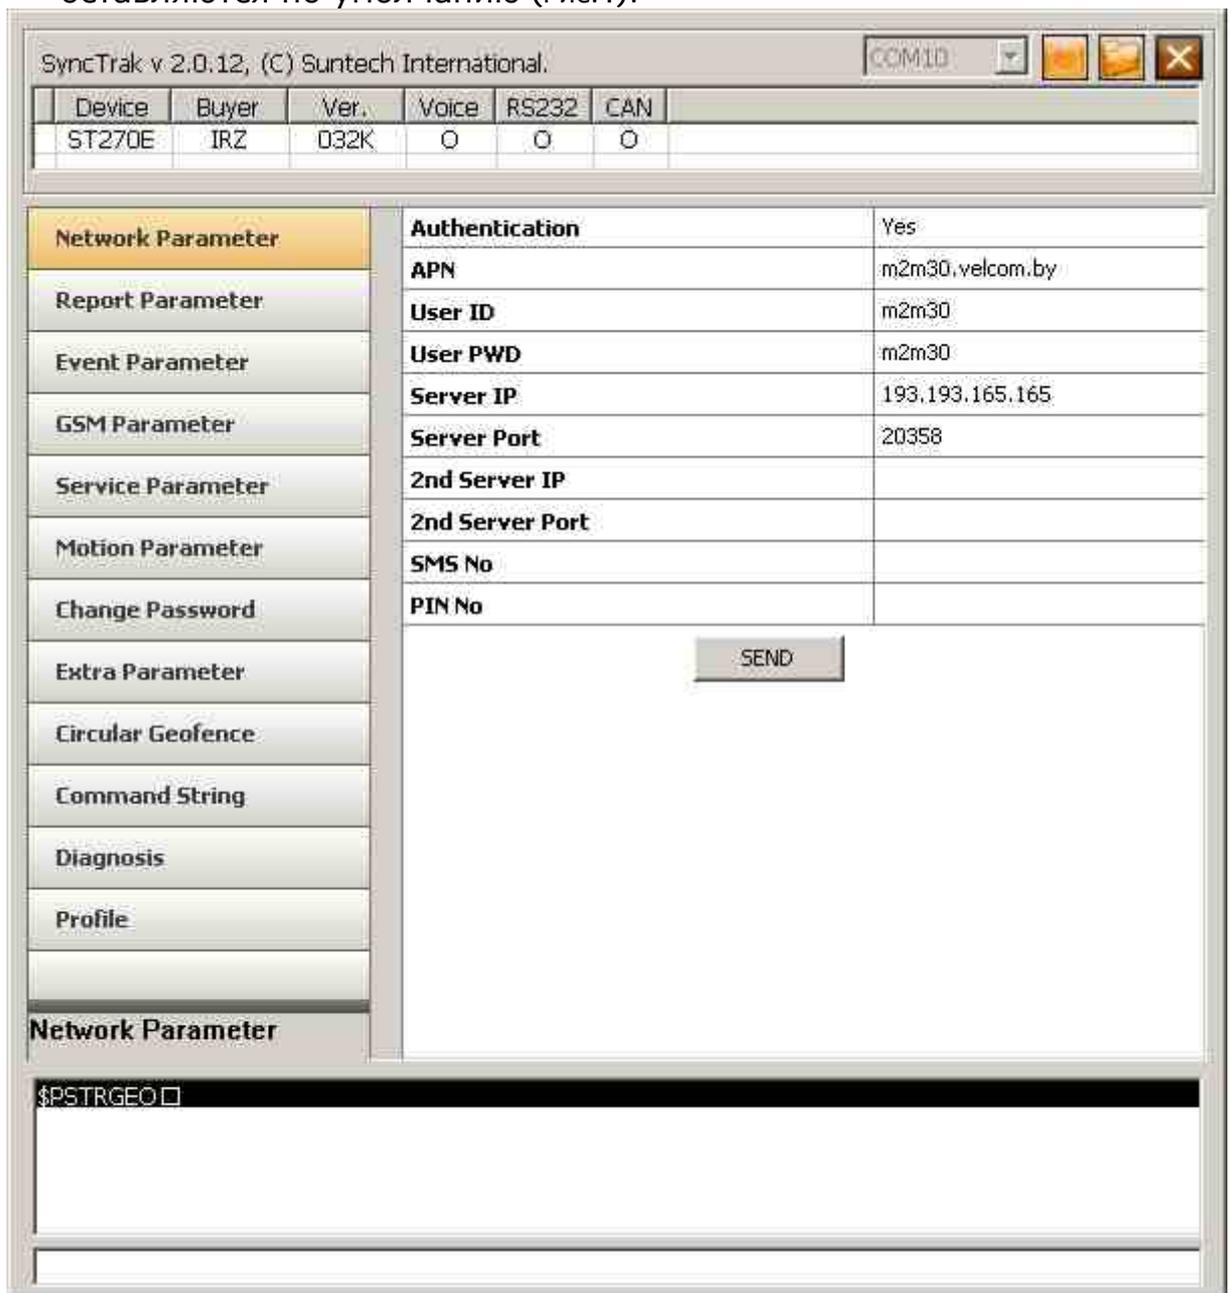

Рисунок 1
3.2. В сервисной программе SyncTrak v2.0.12 прописываются параметры GSM сети и сервера аналитического ПО, остальные настройки оставляются по умолчанию (Рис.1):